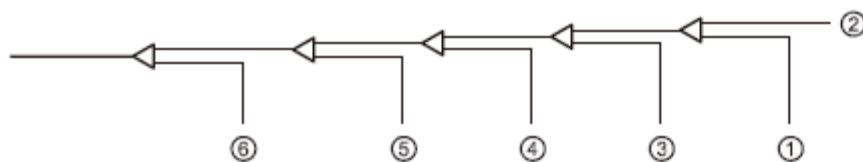

Figura 5.14
8. Spalati celelalte deschizaturi in acelasi mod, lucrand in ordine de la unitatea de interior A spre unitatile externe. Consultati Figura 5.14.